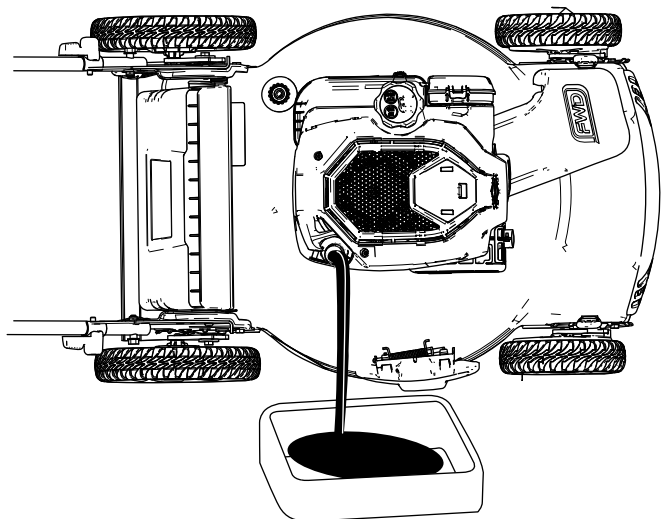

図 25
4. エアフィルタが下になるように機体を横に傾けて、エンジンオイル補給口からエンジンオイルを抜く 図 25。